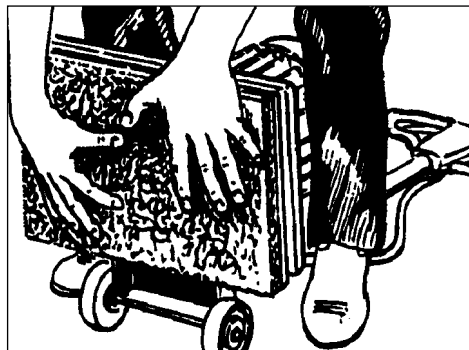

Figura 3
- d.) Presione la almohadilla contra el frente de agarre hasta que los ganchos se fijen en la almohadilla. Consulte la figura 3.